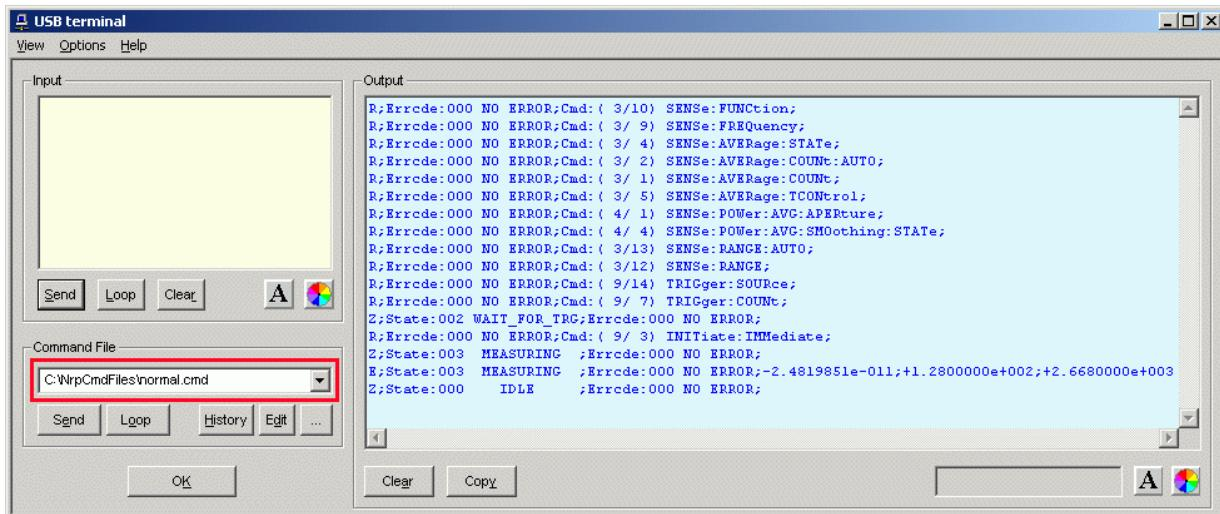

Bild 3-2 Senden von Befehlen über Command Files
- Die Befehle oder Befehlsfolgen werden in Befehlsdateien (*command files*) gespeichert. Diese Befehlsdateien lassen sich z. B. mit einem Texteditor erstellen und abspeichern. Danach kann beliebig oft darauf zurück gegriffen werden (Bild 3-2). In Tabelle 3-2 sind die dem Listenfeld **Command File** zugeordneten Buttons beschrieben.